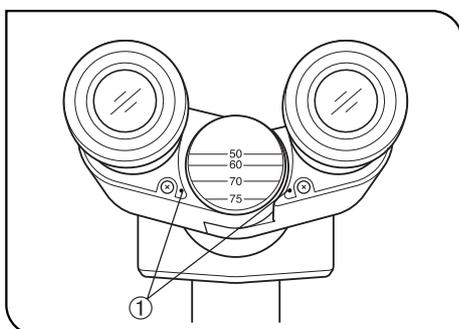

Fig. 9
En regardant dans les oculaires, régler les oculaires de manière à ce que les champs gauche et droit coïncident complètement. Régler afin que les deux points de repère • ① soient horizontaux. (Fig. 9)
Lorsque la distance interpupillaire est différente de 50, 60, 70 ou 75, régler afin que la ligne reliant les deux points de repère soit parallèle aux lignes horizontales du pivot. (Fig. 9)